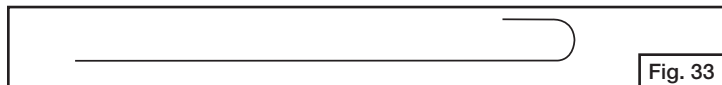

Fig. 33
1. Para quitar las obstrucciones mencionadas arriba, use un accesorio de cepillo flexible para venturi o doble un extremo de un alambre largo flexible de 20 pulgadas (.5 metros) haciéndole un pequeño gancho tal como el que se muestra en la Fig. 33.
4. Examine si en la parte interna del extremo inferior del tubo venturi hay nidos, telarañas o suciedad. Límpiela como se indica en el Paso 1, Fig. 33.